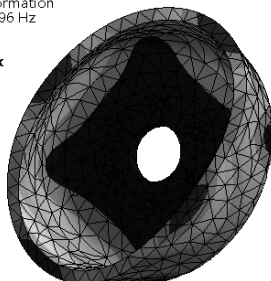

图 6-94 第四阶振形结果
Step8：在 Outline 栏 Solution (A6) 中 Total Deformation 4 选项上单击，显示第四阶振形结果，如图 6-94 所示。